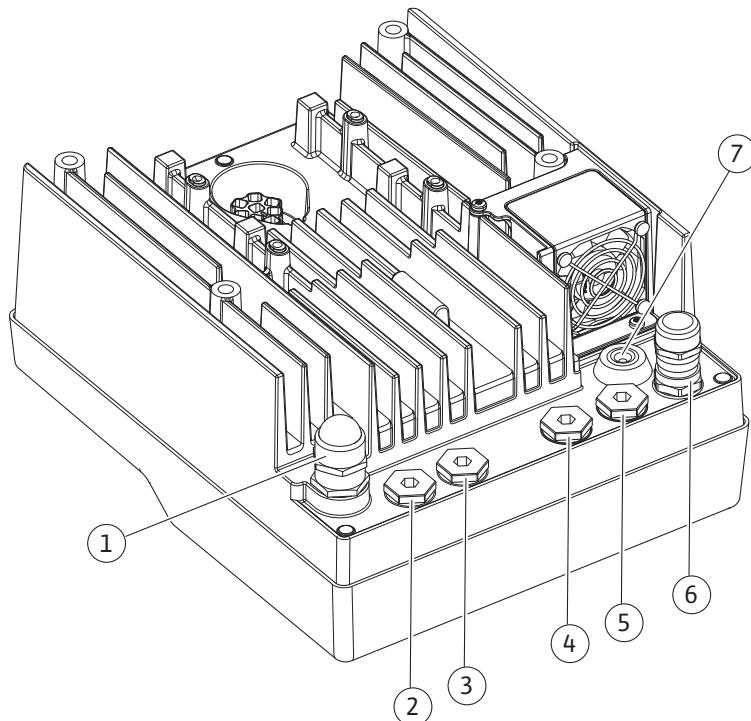

Fig. 10: Kabelske uvodnice / kabelski priključci
- CIF modul na automatički zgrade (sabirnička komunikacija): Oklop se povezuje s kabelskom provodnicom na elektroničkom modulu (Fig. 10).
4. Priklučni kabel provedite kroz kabelsku uvodnicu M25 (Fig. 10, poz. 1). Kabelsku uvodnicu stegnite utvrđenim zakretnim momentom.